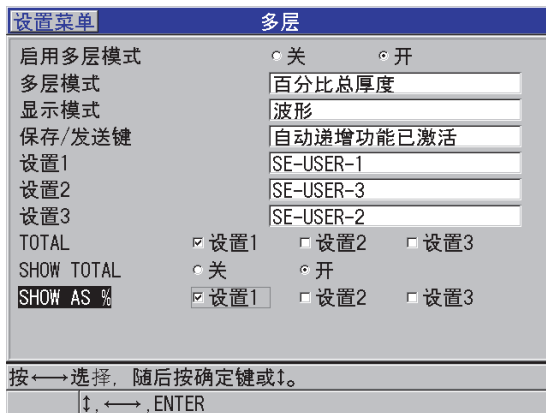

图 7-10 在百分比总厚度模式下设置多层测量参数
2. 在**多层**屏幕中（参见第 112 页的图 7-10）：